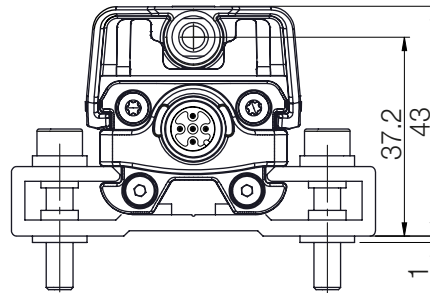
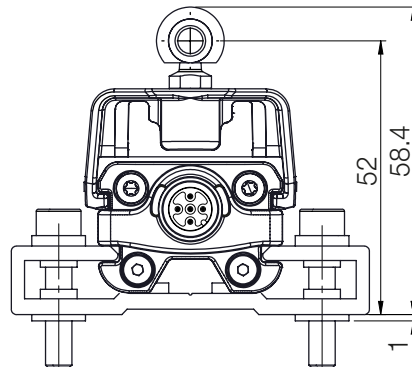
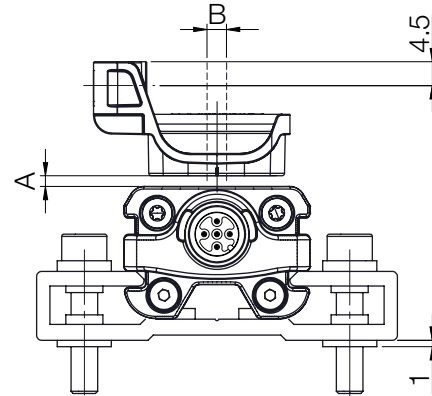
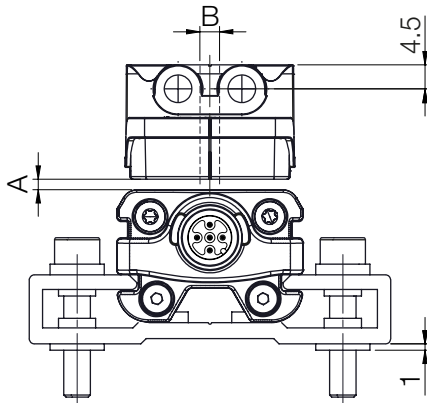

Bild 5-1: Maße und Abstände mit BAM TG-IR-037-A
Bild 5-2: Maße und Abstände mit BAM TG-IR-037-B
Bild 5-4: Maße und Abstände mit BAM TG-IR-036-B
Bild 5-3: Maße und Abstände mit BAM TG-IR-036-A
Das schnelle induktive Positionsmesssystem BIR eignet sich sowohl für freie, d. h. berührungslos arbeitende Positiongeber (siehe Bild 5-3 und Bild 5-4) als auch für geführte Positiongeber (siehe Bild 5-1 und Bild 5-2).
- Für den Abstand A zwischen Positionsgeber und BIR, und für den Mittenversatz B (siehe Bild 5-3 und Bild 5-4) sind folgende Werte einzuhalten: